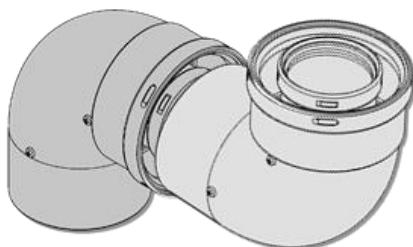

Рис. 27 Два колена соединённые напрямую.
- Не рекомендуется** одно колено напрямую соединять с другим коленом (См. рис. 27) Для стабилизации потока газа всегда необходимо между коленами вставлять участок прямой трубы (минимум 0,5 м. для колена 90° и 0,2 м. для колена 45°). В случае если приходится соединять два колена 90° друг за другом, без минимального участка для стабилизации, то при расчёте длины дымохода **необходимо** учитывать, что в этом случае потеря давления в каждом колене увеличивается в два раза.